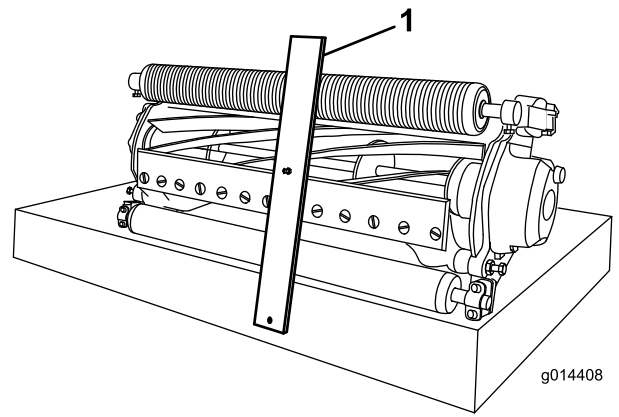

图 11
2. 将剪草高度调刀尺的螺栓头钩在底刀刀刃的右侧并将调刀尺的后端放到滚筒后部上 图 11。